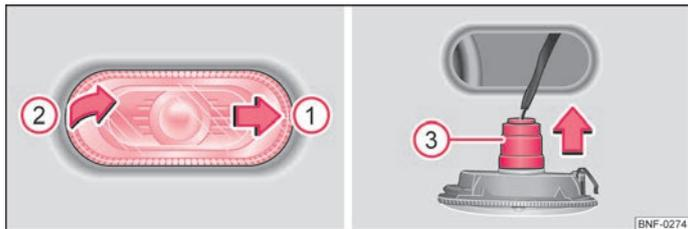

Fig. 120 Lato destro: Sostituzione della lampadina per indicatore di direzione
- Spingere l'indicatore di direzione laterale nel senso indicato dalla freccia **1** ⇒ fig. 120.